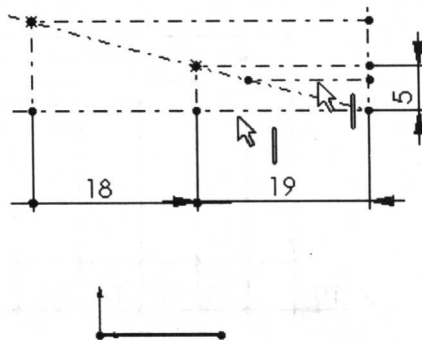
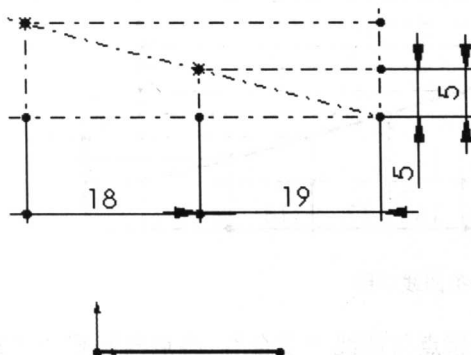

图 1-9 选择线段
图 1-10 标注尺寸
8) 用“智能尺寸”工具标注出图 1-9 中箭头所指的两条水平线的竖直距离, 如图 1-10 所示, 单击图标退出绘制草图。